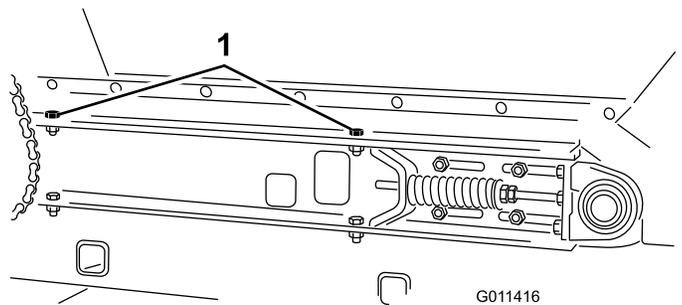

Рисунок 32
4. Удалите на каждой стороне машины 2 болта, 2 шайбы и 2 гайки, которые крепят бункер к подвижной плите (Рисунок 32).